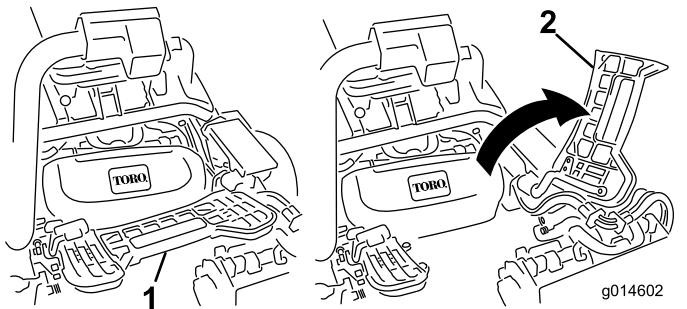

Bild 49
- Heben Sie die Fußplattform an und schwenken sie in die geöffnete Stellung, um die Stellung der mittleren Schneideinheit zugänglich zu machen (Bild 49).